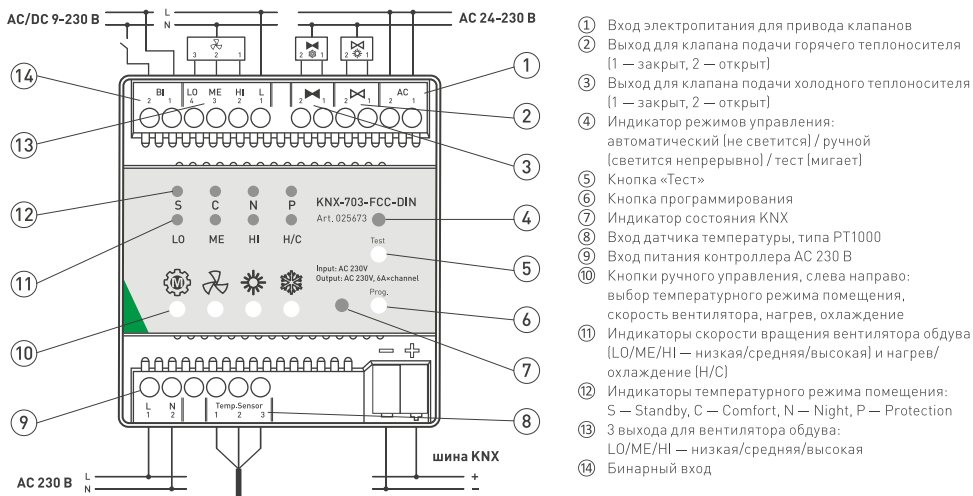

Рисунок 1. Подключение контроллера.
3.3. Подключите шину данных KNX (красный и черный провода в кабеле KNX) к соответствующим клеммным колодкам, соблюдая полярность и цвета проводов, затем подключите силовые клеммы в соответствии с проектом, см. Рисунок 1.
Контроллер имеет 3 режима управления: режим автоматического управления, режим ручного управления и режим тестирования. Текущий режим отображает светодиодный индикатор (см. рисунок 1).